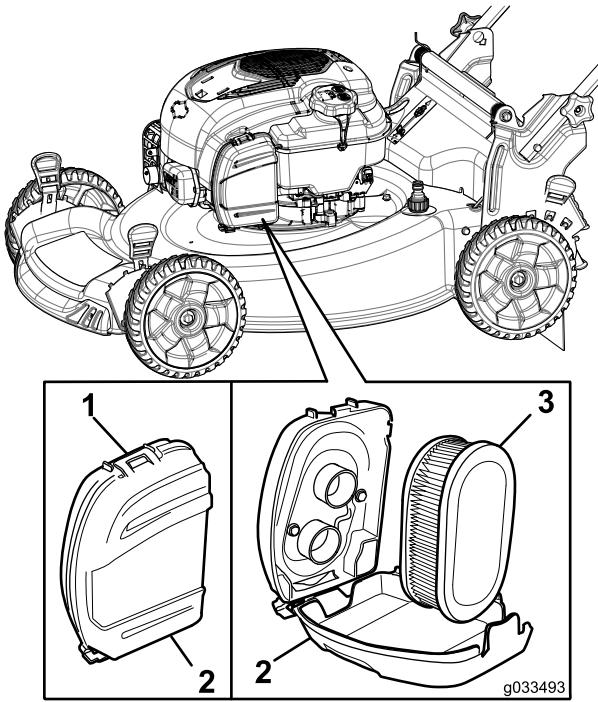

Figura 33
1. Sbloccate la parte superiore del coperchio del filtro dell'aria (Figura 33).
2. Rimuovete il filtro (Figura 33).